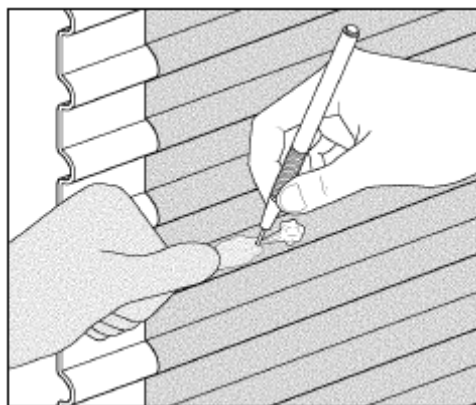

Рис. 21. Удаление воздушных пузырей
4. Провести пальцем вдоль верхнего и нижнего изгибов гофрированной поверхности, чтобы выявить оставшиеся пузыри. При наличии пузырей – выпустить из них воздух. См. Рис. 21.